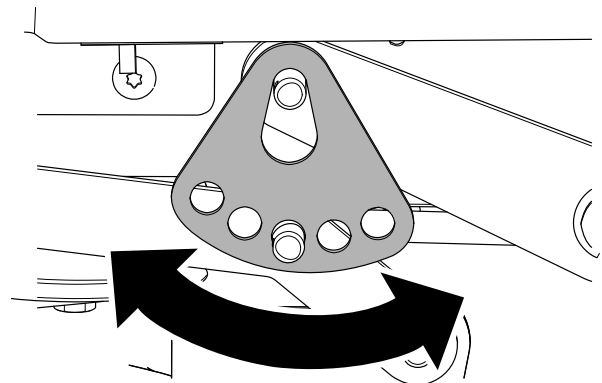

**Figure 69**
6. Retirez la goupille fendue et la rondelle de l'axe inférieur du bras de levage (Figure 69).